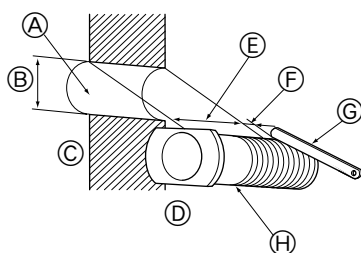

Fig. 3-6
3.4.1. Making holes (Fig. 3-6)